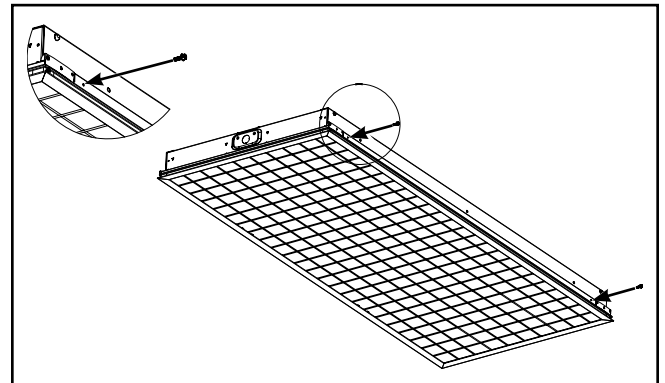

Figura 2.
2. Después de que el marco de la puerta esté enclavado en la luminaria, utilice los 2 tornillos incluidos para asegurarlo a la carcasa. Utilice un destornillador hexagonal de 1/4 "o un destornillador plano para enroscar cada tornillo a través de los orificios del riel de cierre del marco de la puerta junto a los pestillos (ver Figura 2).